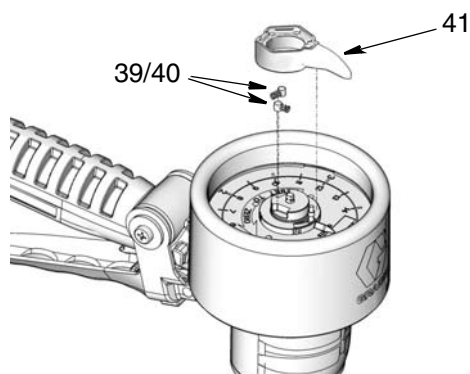

FIG. 15
3. Déposer l'indicateur-aiguille (41), les ressorts (39) et les goupilles (40) (FIG. 15).